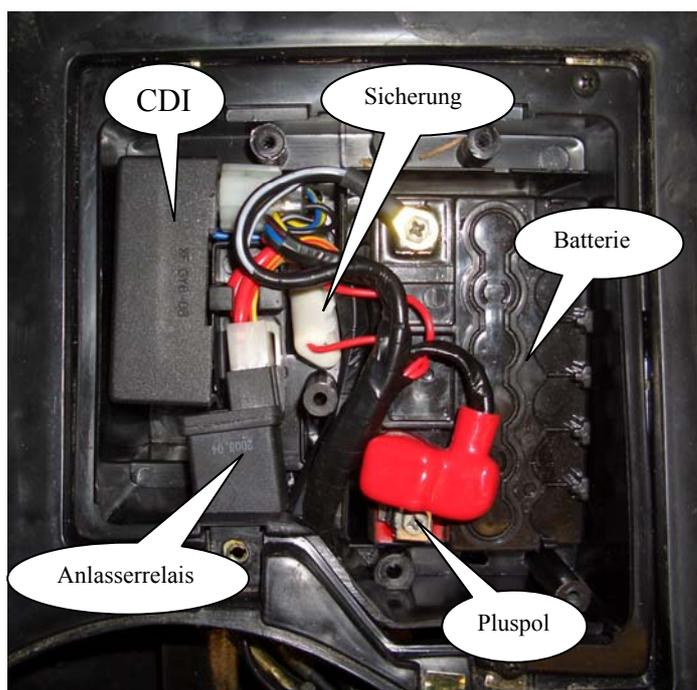
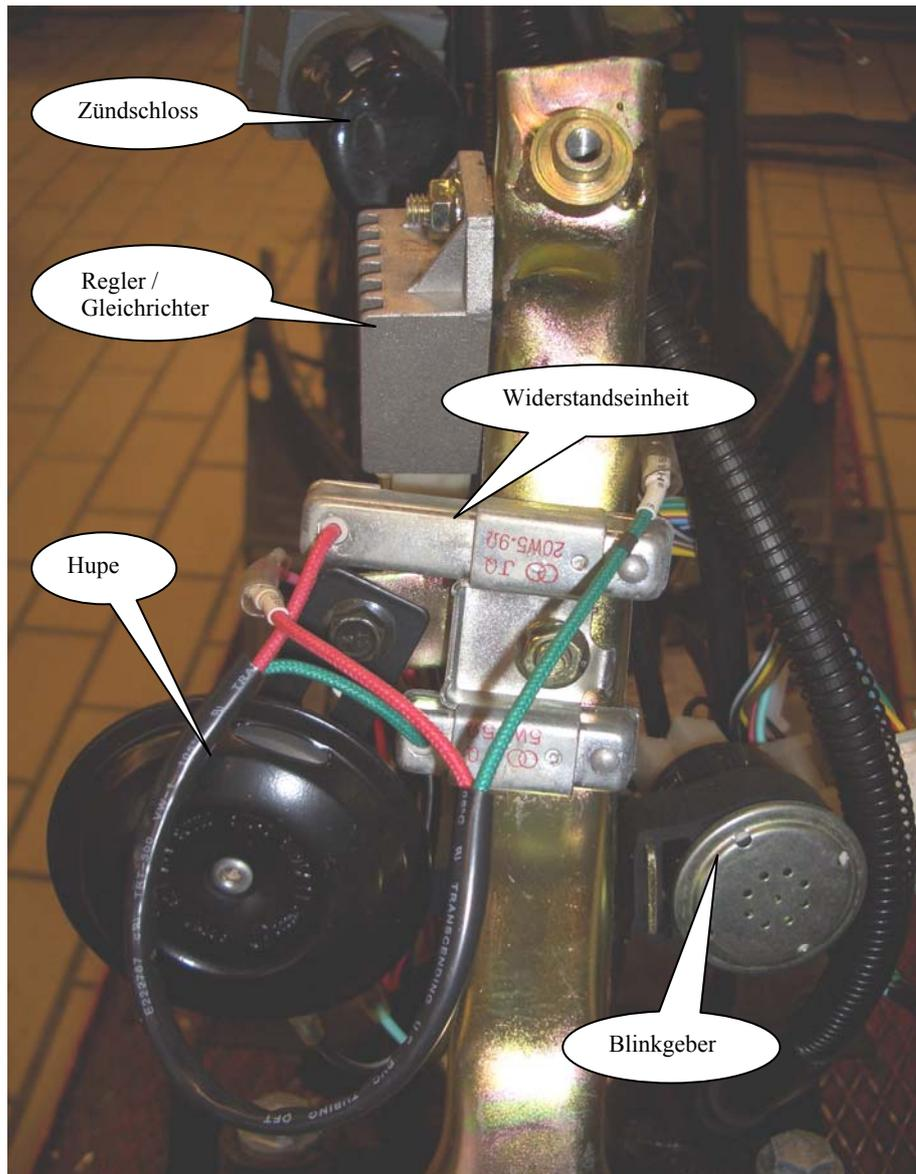

Abb.1
Abb.2
6. Prüfen Sie die Steckverbindungen. Die Lage der Verbinder und Bauteile entnehmen Sie Abb.1 (Batteriefach), Abb.2 (unter der Fronthaube) und Abb.3 (unter der rechten Seitenverkleidung)
7. Ziehen Sie den Stecker der Gleichrichter / Regler-Einheit ab. Trennen Sie die Steckverbinder zur Lichtmaschine. Messen und überprüfen Sie das gelbe und das weiße Kabel auf einen Masseschluss oder Kabelbruch. (Abb. 2)